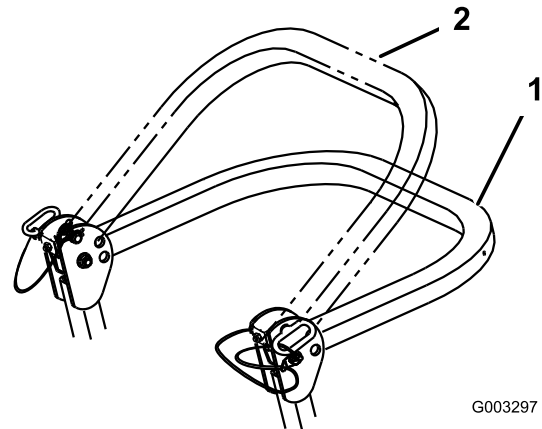

Bild 6
2. Senken Sie den Überrollbügel ab. Es gibt zwei abgesenkte Stellungen. Die Stellungen finden Sie in Bild 6.